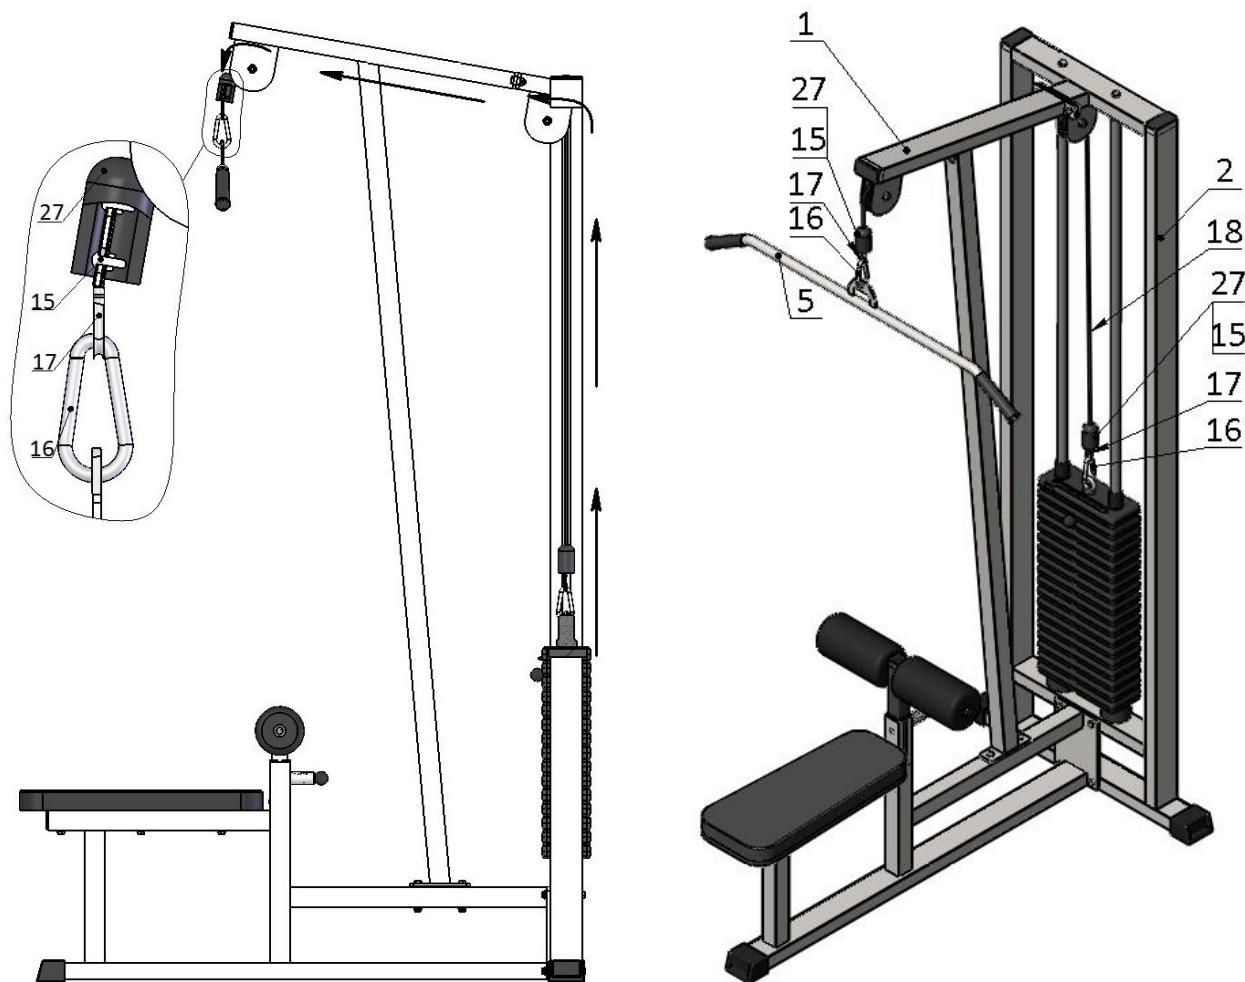

Рис.4
4. Возьмите один свободный конец троса (18), проденьте его через ограничитель (27); затем вложите трос в зажим Duplex (15), обогнув два болта с одной стороны; далее оберните трос вокруг коуша (17) и вернитесь в зажим (15), снова обогнув болты, но с другой стороны. Затяните как можно сильнее планку зажима. При помощи карабина (16) сцепите верхний груз и зафиксированный конец троса. Затем протяните трос (18), как указано на схеме, и с другим свободным концом проделайте аналогичные операции; зафиксированный конец троса скрепите с ручкой тяги (5) при помощи карабина (16) (рис.4).
*Примечание:* Для более надежного крепления рекомендуется зачищать часть троса, которая будет фиксироваться метизами (коуш (17), зажим «Duplex» (15)).